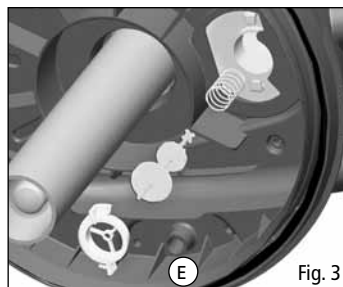

Fig. 3
- 6) Les blocs de mousse (F) sont maintenant accessibles. Les enlever tous en même temps en soulevant le support des blocs de mousse (G).
- 7) Sortir les blocs de mousse (F) de leur support (G) et les rincer avec de l'eau du bassin ou les remplacer au besoin.
- 8) Rincer la masse filtrante biologique située dans la section inférieure de la cuve du filtre (J) avec de l'eau du bassin ou la remplacer au besoin. Le filtre Pressure-Flo Clean 700/2500 n'a pas de chambre de filtration biologique.
- 9) Nettoyer la cuve du filtre (J) avec de l'eau, en particulier autour du bord supérieur où est posé le joint torique du couvercle du filtre (I).
- 10) Au besoin, nettoyer l'indicateur de nettoyage (N) après l'avoir désassemblé comme suit :
a) Enlever la bride de retenue (S) en la faisant tourner en sens inverse des aiguilles d'une montre (la commande de sélection (O) doit être réglée à la position « mode de filtration »).
b) Retirer l'indicateur et son ressort. Rincer toutes les pièces dans l'eau et les réassembler avec soin (fig. 3 et fig. 4).